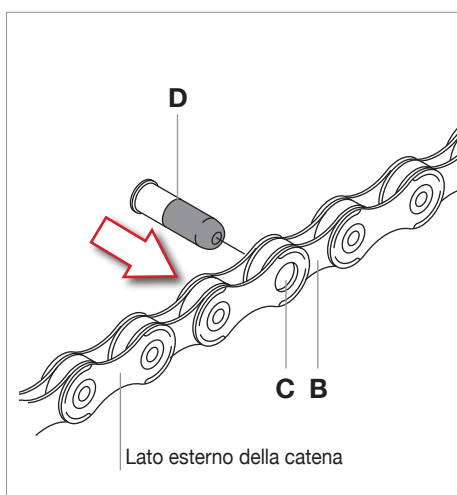

Fig.6
- Inserite la maglia interna (B - Fig. 6) nella maglia esterna (C - Fig. 6), quindi inserite la porzione di guida della bussola di unione **ULTRA-LINK 5-CN-SR700** (D - Fig. 6) nel foro della maglia dal lato interno della catena verso l'esterno.